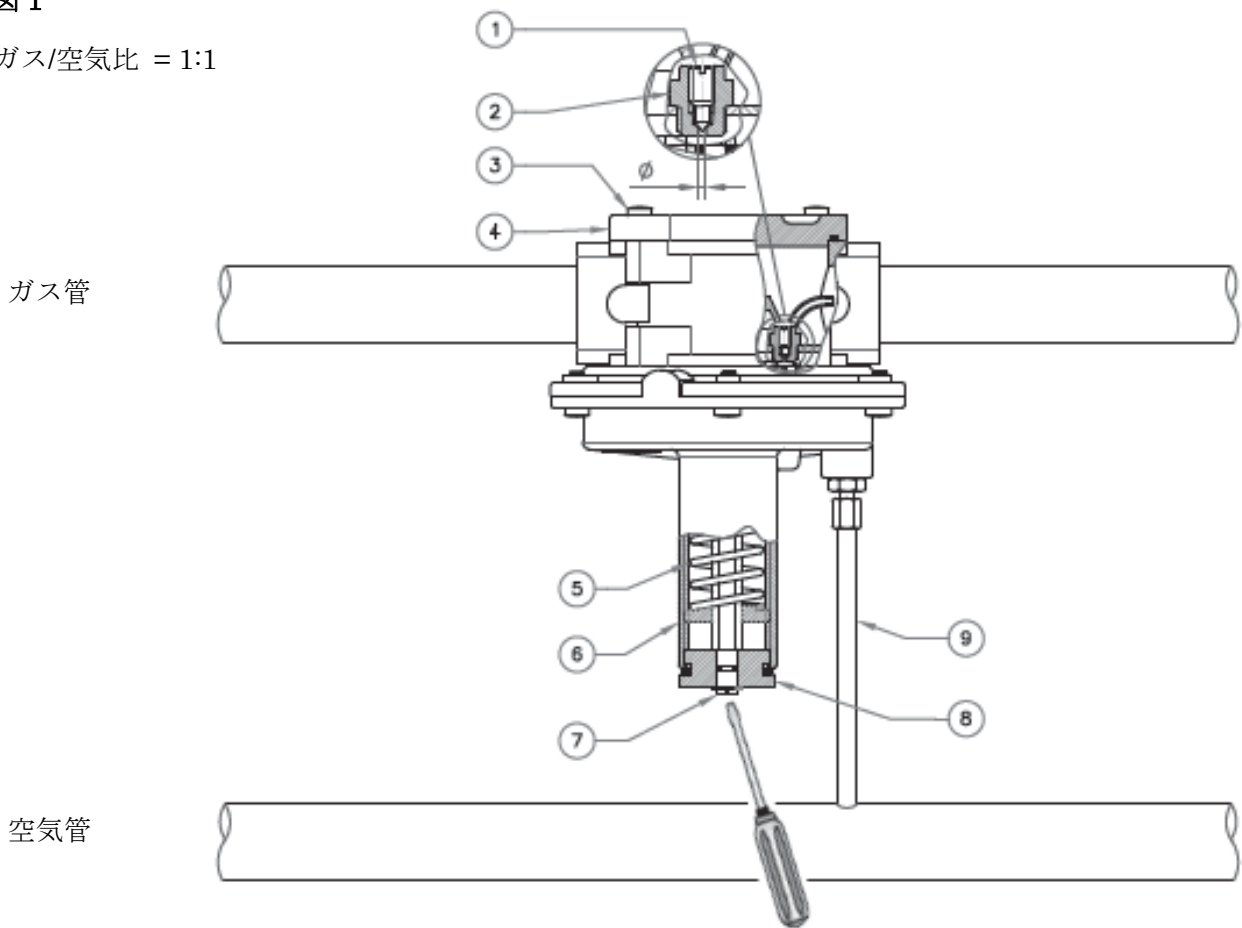

図 2
- ・圧力計を使用してガス出口圧力および空気圧をチェックし、調整ねじ (7) を回して均圧弁を較正します。
5.2 - ガス/空気比 = 1:2~1:10 (図 2 - 「R」バージョン)
- ・比率キット (12) を挿入して図 2 に示すように接続します。
- ・圧力計を使用してガス出口圧力および空気圧をチェックし、調整ねじ (7) を回して必要なガス/空気比にします。
11. 通気口での排気 (図 2)